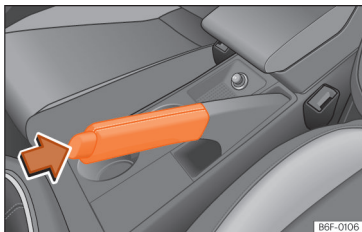

Рис. 119 Важіль стоянкового гальма між передніми сидіннями.
- Потягніть важіль стоянкового гальма догори >>> **рис. 119**.
- Легко потягніть важіль догори, натисніть кнопку >>> **рис. 119** і супроводьте важіль до самого низу >>> **Δ**.